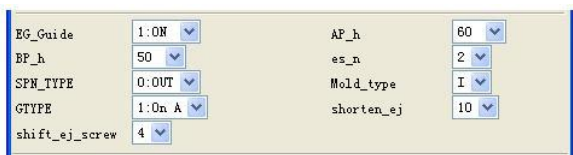
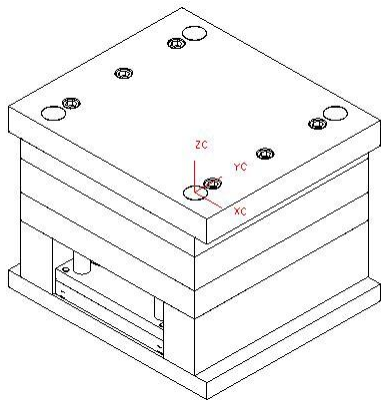

图5-38
图5-39
- 在【注塑模向导】工具条中单击【模架】按钮，弹出【模架管理】对话框，分别在【目录】和【类型】下拉列表中选择【LKM_PP】和【DC】选项，设置模架尺寸为“3535”，然后设置其他模架参数，如图 5-38 所示，单击 **确定** 按钮载入模架，如图 5-39 所示。